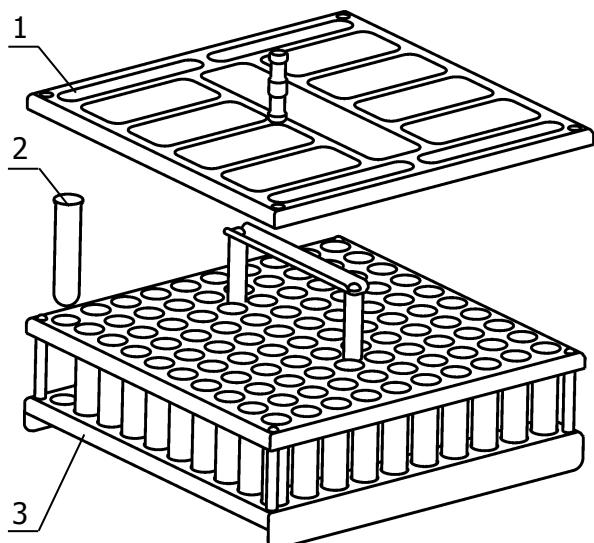

Рисунок 4 — Установка пробирок
2.4.1 Пробирки Флоринского 2 с пробами установить в штатив 3 (рисунок 4).